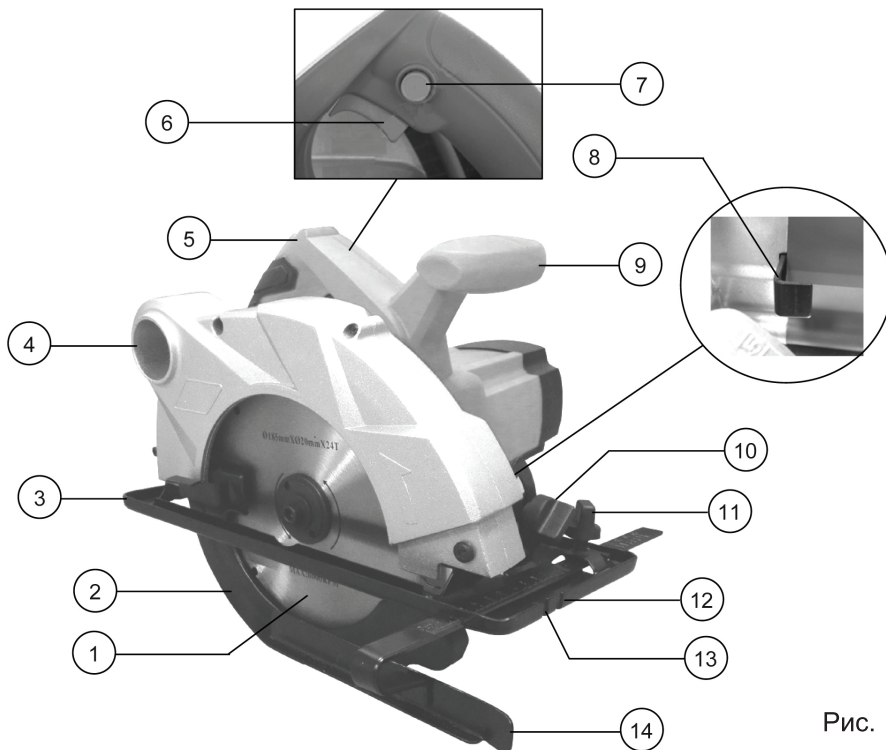

Рис. 1
2. Зафиксировать пильный диск с помощью рычага фиксации диска (поз. 8, Рис. 1)
4. Отвести подвижный защитный кожух диска (поз 2, Рис. 1) назад до упора и зафиксировать его
Ослабьте винт регулировки угла наклона диска (поз. 10, Рис. 1). Передвижением опорной платформы установите необходимый угол наклона диска, ориентируясь по градуированной шкале. После регулировки угла наклона диска зафиксируйте винт регулировки угла наклона диска.
Для регулировки параллельного упора (поз. 14, Рис. 1) ослабьте винт фиксации параллельного упора (поз. 11, Рис. 1) и отрегулируйте ширину распила, передвигая направляющую вправо или влево.
1. Установите пилу (опорную платформу) на пиломатериал и выровняйте положение пильного диска по отношению к линии пропила, пользуясь для этого прорезью для визирования. Если пильный диск не наклонён, совмещайте линию пропила с правой стороной прорези для визирования (Рис. 1, поз. 13), при пилении под наклоном (45°) совмещайте линию пропила с левой стороной прорези для визирования (помечена значком "45" на опорной платформе).
2. Сначала включите циркулярную пилу. Для этого нажмите кнопку защитной блокировки выключателя (поз. 7, Рис. 1) и не отпуская нажмите на выключатель (поз. 6, Рис. 1). Дайте пиле набрать максимальные обороты, после чего начинайте обработку пиломатериала.
Для подключения пылесоса подсоедините шланг пылесоса к патрубку (поз. 4, Рис. 1).